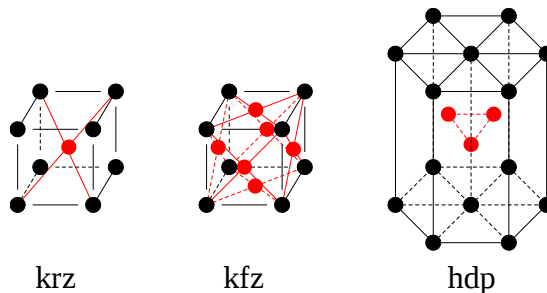

Abbildung 2.5: Unterschiedliche Elementarzellen
- **Kubisch raumzentrierte Elementarzelle (krz)** (Abb. 2.5)
- **Kubisch flächenzentrierte Elementarzelle (kfz)** (Abb. 2.5)
Hier ist im besonderen die **hexagonal dichteste Packung (hdp)** (Abb. 2.5) zu beachten.